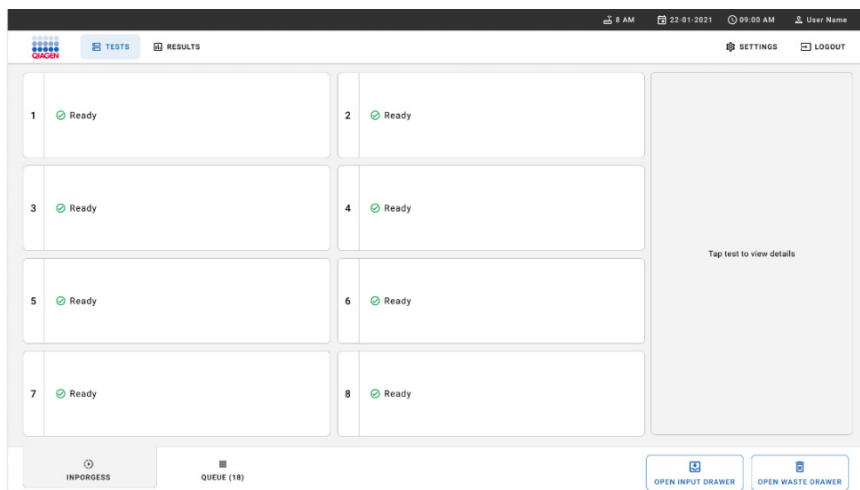

Figura 20. Schermata principale dei test.
1. Premere il pulsante **OPEN WASTE DRAWER** (APRI CASSETTO MATERIALI DI SCARTO) nell'angolo in basso a destra della schermata principale del test (Figura 20).
3. Chiudere il cassetto dei materiali di scarto dopo la rimozione delle cartucce. Il sistema esegue la scansione del vassoio e ritorna alla schermata principale (Figura 20). Se il vassoio è stato rimosso per motivi di manutenzione, assicurarsi che sia inserito correttamente prima di chiudere il cassetto.
4. Premere il pulsante **OPEN INPUT DRAWER** (APRI CASSETTO DI INSERIMENTO) nell'angolo in basso a destra della schermata (Figura 20).